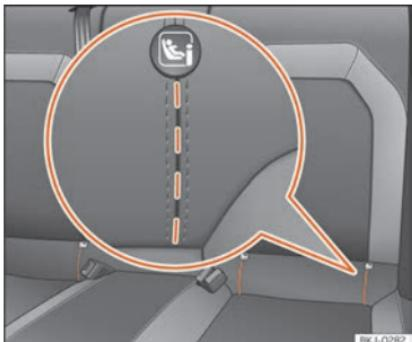

Fig. 24 Asiento trasero: ranuras troqueladas para acceder a las anillas de sujeción ISO-FIX/iSize.
En algunos vehículos, las anillas van fijadas al armazón del asiento y en otros al suelo posterior. Las anillas "ISOFIX" están ubicadas entre el respaldo y el cojín del asiento trasero **»» fig. 24**. Las anillas Top Tether* están situadas en la zona posterior de los respaldos
- Proceda previamente a la apertura manual del troquelado situado detrás de las ranuras marcadas para tener acceso a las argollas de sujeción **» fig. 24.**